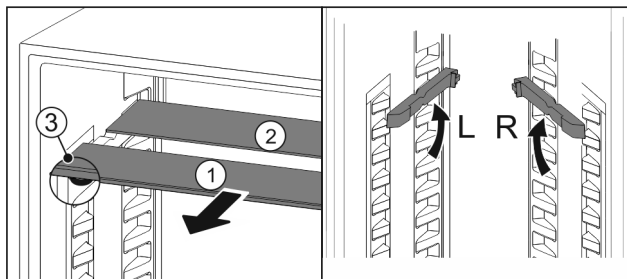

Fig. 188
- Izvucite Fig. 188 (1) staklene ploče jednu po jednu prema naprijed.
- Staklena ploča Fig. 188 (1) s ukrasnom letvicom nalazi se sprijeda.
- Zaustavljači Fig. 188 (3) su usmjereni prema dolje.